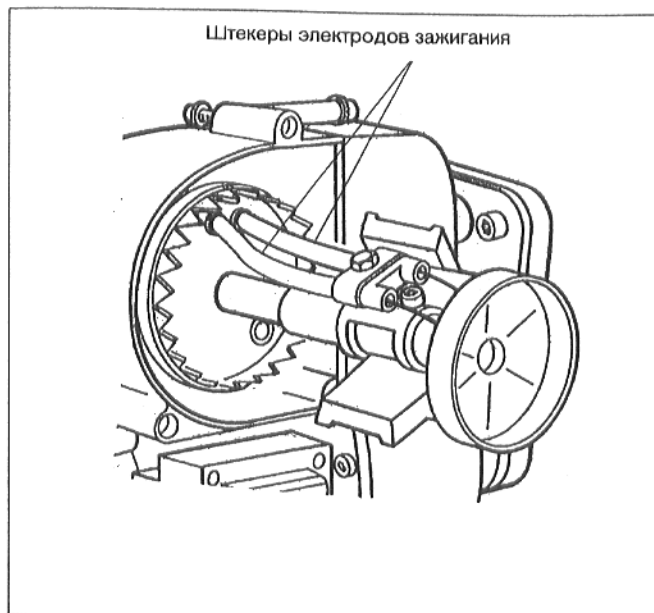

Рис.11
- Вынуть штекеры электродов зажигания (рис.11).